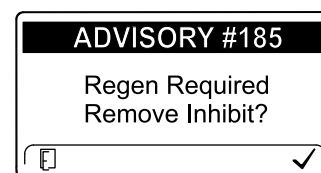

Figura 46
**Nota:** Si usted configura el InfoCenter para inhibir la regeneración, el InfoCenter muestra el AVISO N° 185 (Figura 46) cada 15 minutos mientras el motor solicita una regeneración de reinicio.